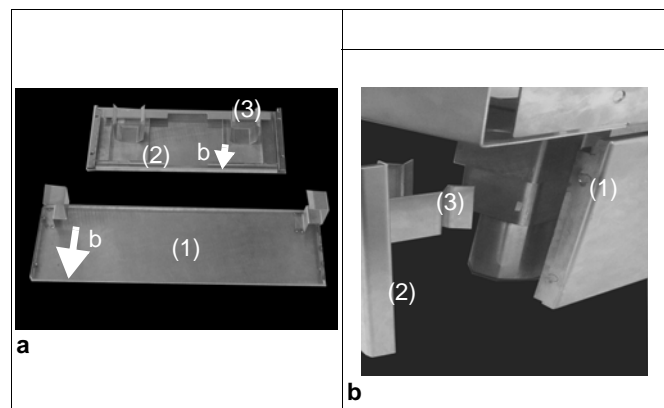

Fig.3 Sockelmontage
- Sidosockel vänster och höger (1 / Fig.3).
- Sockel för framsidan, och vid fristående maskiner dessutom för baksidan (2 / Fig.3).
Skjut sidosockeln (1 / Fig.3) framifrån bakåt med hållaren på benen. Det längre avståndet (b / Fig.3) på hållaren måste vara nere.
- ⇒ Montera hållare (3 / Fig.3) på sockeln (2 / Fig.3).
- ⇒ Det längre avståndet (b / Fig.3) på hållaren måste vara nere.
- ⇒ Stick sockeln med hållare (3 / Fig.3) på benen.